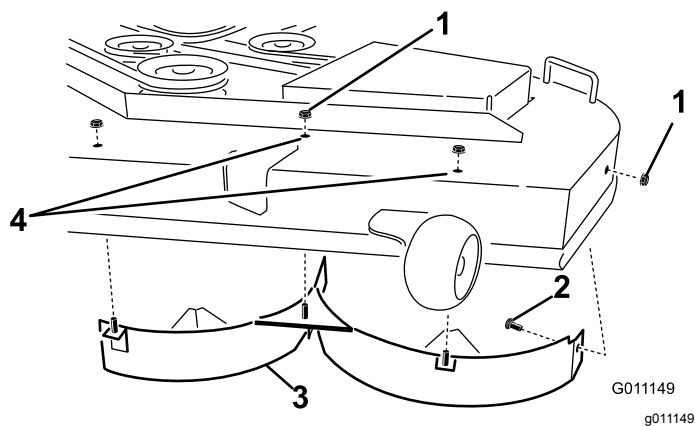

Figura 16
4. Remova as três porcas de bloqueio (5/16 pol.) presas aos postes soldados do abafador esquerdo, na parte superior da plataforma do cortador, nas posições central e esquerda (**Figura 16**).
5. Remova o parafuso de carroçaria e porca de bloqueio na parede lateral da plataforma do cortador que prende o abafador esquerdo à plataforma (**Figura 16**).
6. Retire o abafador esquerdo da plataforma do cortador (**Figura 16**).
7. Localize os 2 parafusos nas peças soltas e utilize as porcas de bloqueio existentes e instale as fixações nos orifícios mostrados na **Figura 16** no cortador para evitar que os detritos saiam.